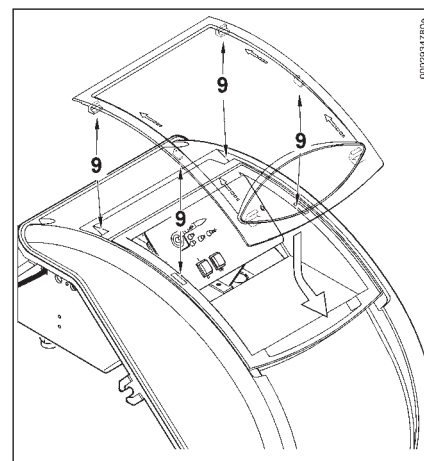

Рис. 5
- 4) Чтобы снова закрыть крышку электрической панели, ввинтить 4 винта (1) оказывая момент зажима, составляющий примерно 5 Нм, чтобы обеспечивать правильную герметичность. Теперь можно получить доступ к блоку управления (8). Для этого отцепите прозрачное окошко (7) лёгким надавливанием руки в направлении стрелок, как показано в рис. Подождите, пока окошко немного не продвинется, а после этого снимите его с крышки.
- 5) Для правильной установки прозрачного щита на панели, действовать как указано в рис. 5: положить крюки в соответствии с подходящими гнездами (9), передвинуть немного щит в направлении, указанное стрелкой до того, как вы замечаете незначительный спуск, обеспечивающий герметичность.